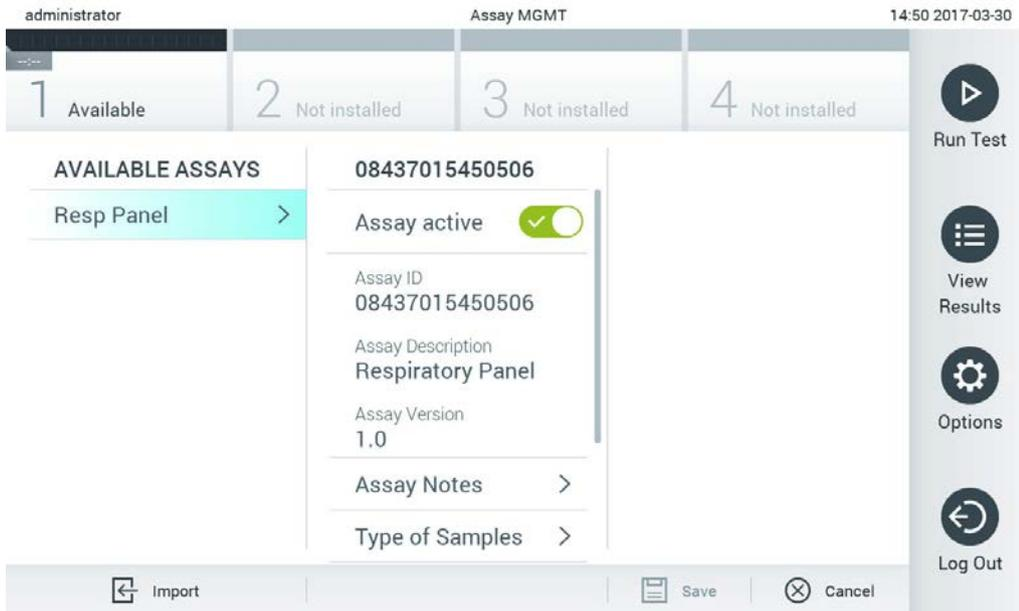

Figura 65. Administración de ensayos disponibles.
1. Pulse el botón Options (Opciones) y, a continuación, el botón Assay Management (Administración de ensayos) para acceder a la pantalla Assay Management (Administración de ensayos). Los ensayos disponibles aparecen en la primera columna de la zona de contenido (figura 65, siguiente página).